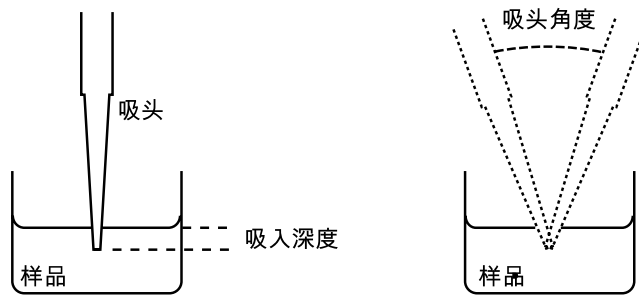

图 6: 吸头浸入深度与吸头角度
吸头浸入深度至关重要，不应超过规定范围，否则量程测量值会不准确甚至是超标。吸头角度同样重要，应始终在与垂直角度小于 20° 的范围内使用移液器。请见下方图 6。
4. 浸入深度一致。请见图 6。